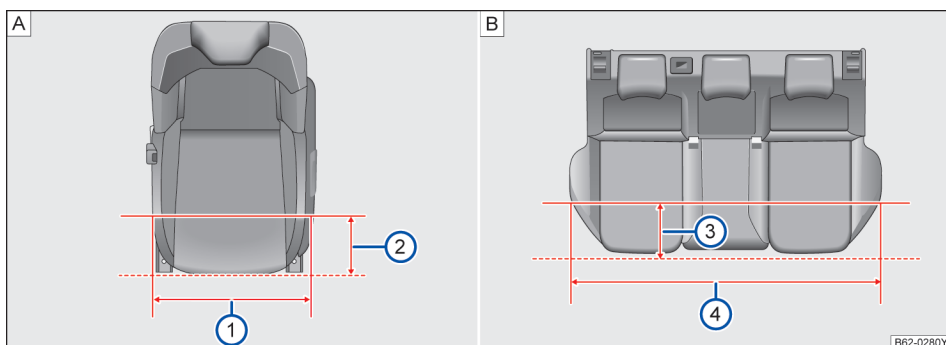

图 63 座椅座宽
如图→图 63 A 在距离前排座椅边缘 200mm 时→图 63 A ②，前排座椅座垫宽度为 494.6mm→图 63 A ①。
如图→图 63 B 在距离后排座椅边缘 200mm 时→图 63 B ③，后排座椅座垫宽度为 1241.3mm→图 63 B ④。